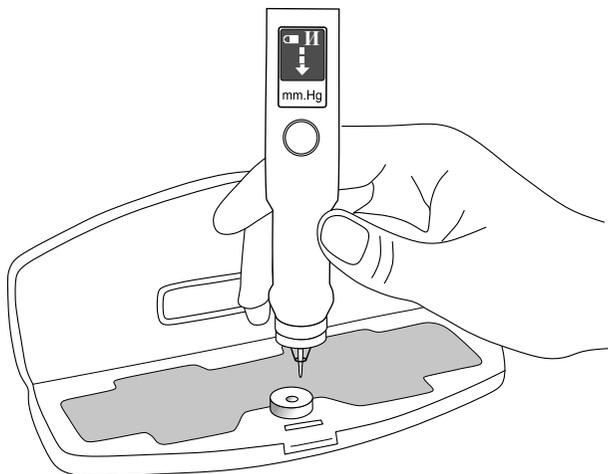

Рисунок 20
- Возьмите тонометр в руку и разместите открытый футляр с контрольным устройством на столе (рис. 20).
- Расположите тонометр **вертикально** над контрольным устройством. Основание ладони, руки, удерживающей тонометр, должно опираться на поверхность стола (рис. 20).